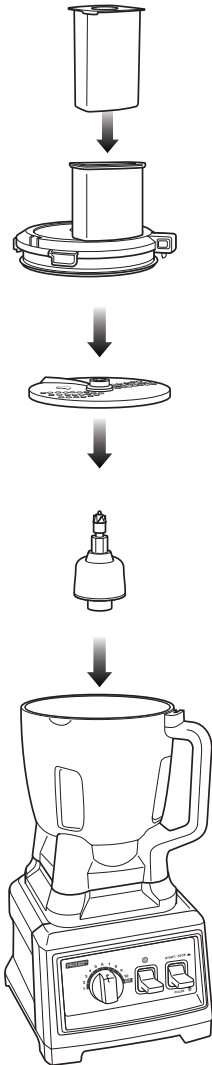

Fig. 24
- 2 Coloque la base del motor sobre una superficie limpia, seca y nivelada como una mesada o mesa. (Fig. 24)
- 6 Coloque la tapa con tubo de alimentación sobre el tazón y gírela en sentido horario para trazarla en su lugar. (Fig. 24)
- 10 Agregue la comida que quiera rebanar, rallar o moler por el tubo de alimentación de la tapa. (Fig. 24)